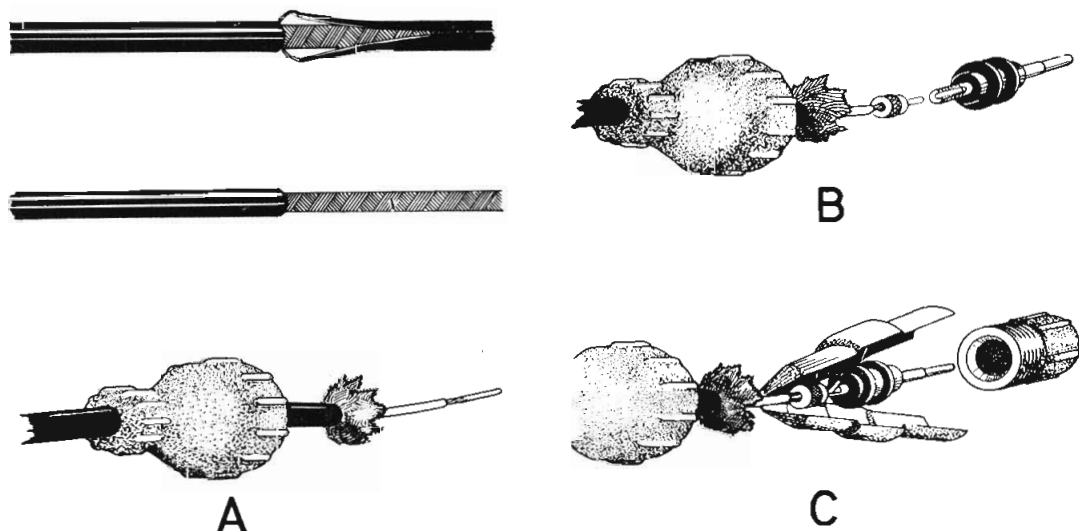

Figure 7.— Préparation du câble coaxial
Se référer maintenant aux figures 7 et 8 pour procéder à la préparation des câbles de mesure.
- () Prendre le câble coaxial en se guidant sur la figure 7. Réaliser une découpe circulaire et une autre en longueur de l'isolant extérieur sur une longueur de 30 mm à partir de l'extrémité (une lame de rasoir constitue l'outil idéal pour ces opérations). Une fois retirée la gaine isolante, faire passer le conducteur par l'intérieur du capot du connecteur coaxial; écarter la tresse métallique et dénuder le conducteur central sur 10 mm, il faut ensuite l'étamer. La figure 7A montre comment doit être préparé le câble coaxial.